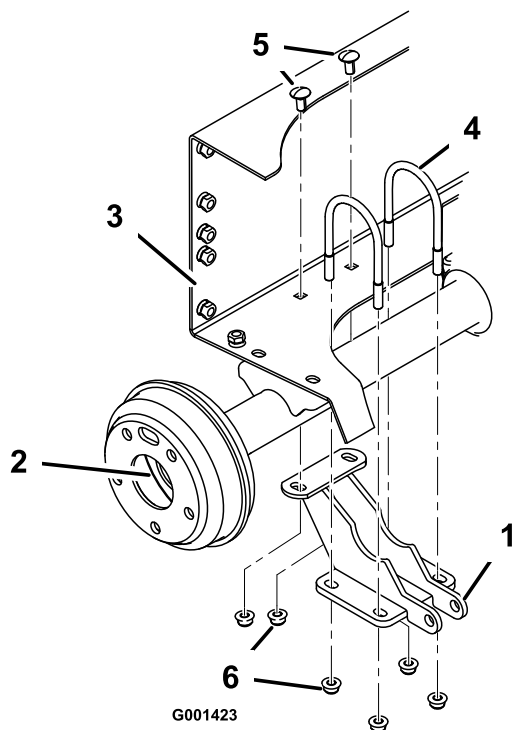

Figura 10
- Montate, senza fissarlo troppo saldamente, il supporto del cilindro di sollevamento sull'estremità destra del ponte posteriore con 2 bulloni a U e 4 dadi flangiati (3/8 poll.) allineando contemporaneamente i fori di fissaggio con i fori nel vassoio della batteria (Figura 10).
- Fissate il supporto del cilindro di sollevamento al telaio posteriore con 2 bulloni a testa tonda (3/8 x 1 poll.) e 2 dadi flangiati (3/8 poll.). Serrate uniformemente i 4 dadi flangiati sui bulloni a U in modo che la staffa sia allineata all'assale. Serrate i due dadi per fissare il retro della staffa al telaio posteriore (Figura 10).